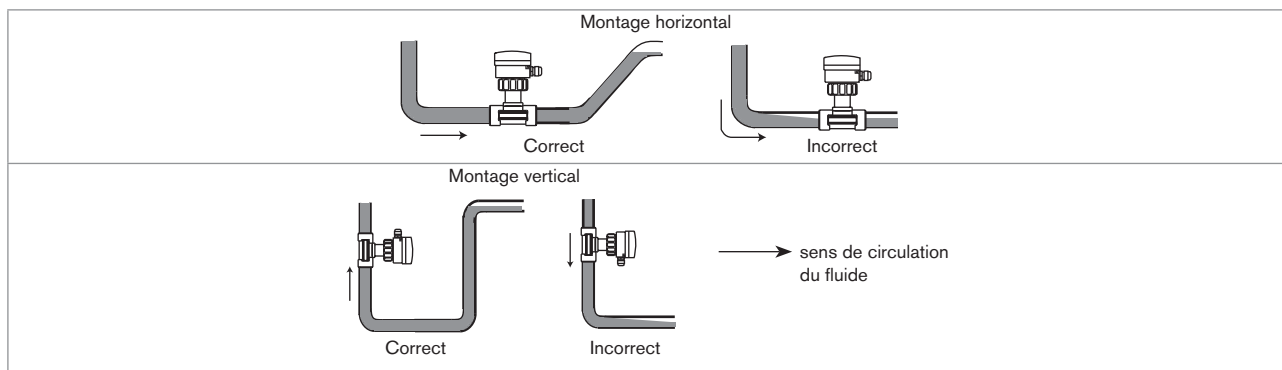

Fig. 9 : Remplissage de la canalisation
- veiller à ce que la conduite soit toujours remplie au niveau de l'appareil (voir Fig. 9) ;
- s'assurer que le sens de passage du fluide est ascendant en montage vertical (voir Fig. 9) ;